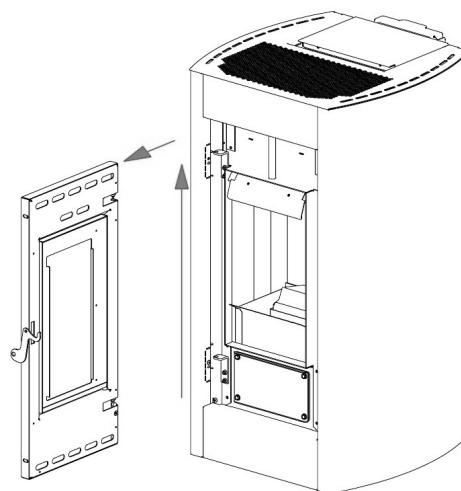

Fig. 33 - Remoção da porta
- Levantar a porta até os pinos da porta saírem do suporte na estrutura (ver **Fig. 33**).